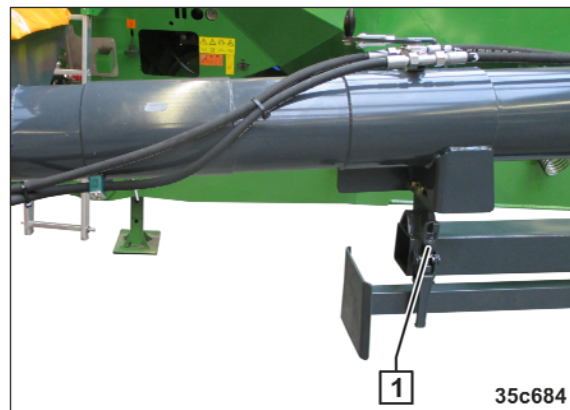

Fig. 246
3. Verriegelung (Fig. 246/1) lösen.
16. Befüllschnecke über den Rahmen schwenken und verriegeln (siehe Fig. 246/1).